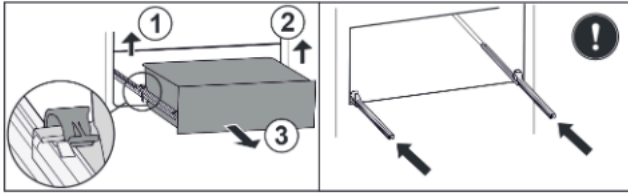

Fig. 31
- ▶ Sollevare il morsetto sinistro e allo stesso tempo tirare in avanti il cassetto sinistro. Fig. 31 (1)
- ▶ Sollevare il morsetto destro e allo stesso tempo tirare in avanti il cassetto destro. Fig. 31 (2)
- ▶ Rimuovere il cassetto tirandolo in avanti. Fig. 31 (3)